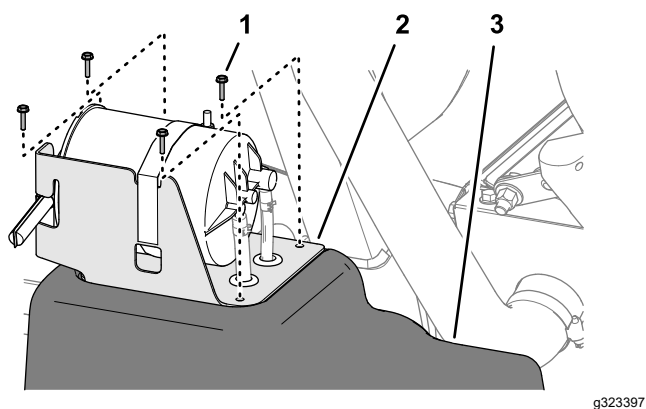

Рисунок 92
5. Совместите отверстия в кронштейне бачка с активированным углем с отверстиями в топливном баке (Рисунок 92).
6. Прикрепите кронштейн к баку (Рисунок 92) с помощью 4 винтов (№ 10 x 3/4 дюйма).